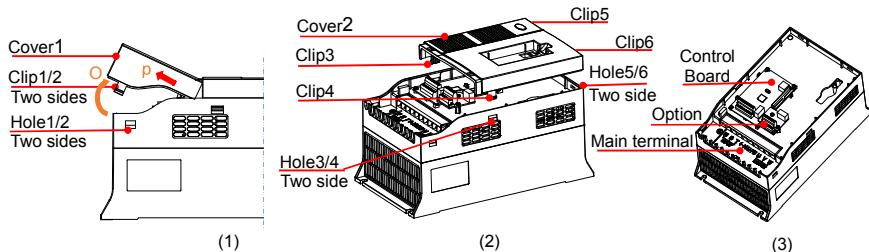

Рис.3-3 NE300 3P 400V 15~22kW(GB)/18.5~30 kВт (PB)
Рис.3-3а NE300 3P 400V 1.5~11kW(GB)/2.2~15kW(PB)
- Существует 2 разных типа моделей с пластиковым корпусом см. Рис.3-3а/b
- Установка и снятие кнопочной панели: Выньте панель из привода как показано на Рис.3-3а(1), затем потяните в направлении 'Р'. Установка происходит в противоположном порядке.
- Подготовка для моделей с Рис.3-3а: Ослабьте скобы 3/4, затем поднимите крышку в направлении 'О' и снимите по направлению 'Р'.
- Подготовка для моделей с Рис.3-3б: Ослабьте скобы 1/2, поднимите пластиковую крышку №1 в направлении 'О' и снимите по направлению 'Р'. Ослабьте скобы 3-6 и снимите крышку №2.